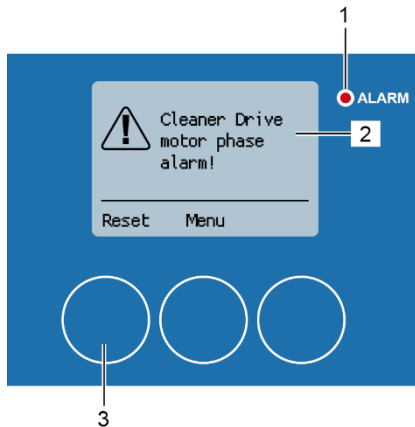

Abbildung 193: Motorenphase Alarm
Die Alarmmeldung „Reinigerantrieb Motorphasen Alarm!“ (Abbildung 193/2) wird während des Reinigungsvorgangs angezeigt, wenn es ein Problem mit dem Anschluss des Schrittmotors der Reinigungsschiene gibt. Die rote Alarm-LED (Abbildung 193/1) leuchtet auf.
2. Setzen Sie die Alarmmeldung mit [Zurücksetzen] (Abbildung 193/3) zurück.